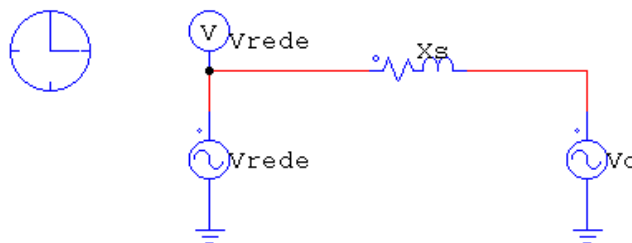

Figura 1: Máquina síncrona ligada a barramento infinito.
- Utilizando o arquivo **exp8A-v22set2018.psimsch** (figura 1), com $V_{rede_pico}=1pu$ e $X_s=0.1pu$, imponha $v_c(t)$ tal que a corrente seja capacitiva com amplitude de pico de 1pu, plotando em um único gráfico a tensão na rede $v_{rede}(t)$ e a corrente $i(t)$. Lembrar de impor uma resistência do indutor de valor $0.2X_s$. Esboçar o diagrama fasorial. Funcionou como esperado?